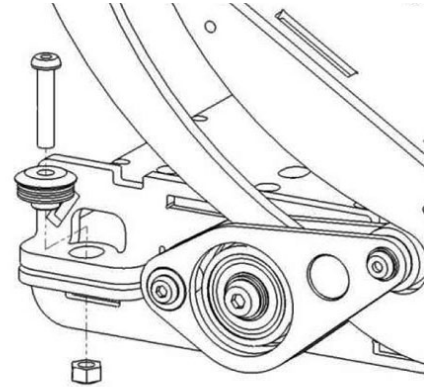

Bild 6. Demontera skruvarna, fjäderbrickorna och muttrarna på höger och vänster sida.
7. Demontera skruvarna, fjäderbrickorna och muttrarna på höger och vänster sida. See fig. 6.